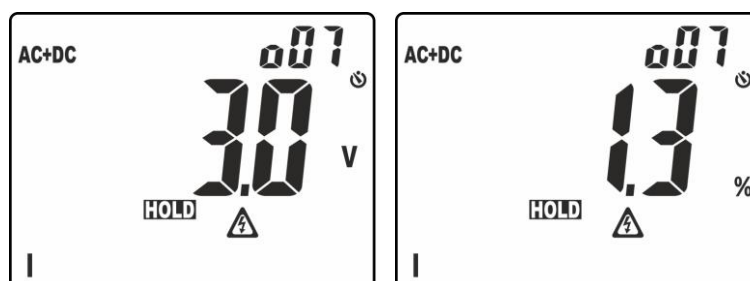

Fig. 4: Visualización ordenamiento amplitudes análisis armónico
- Pulsación prolongada de la tecla (al menos 2s) para activar la función **H2O** (**H**igher **H**armonic **O**rdening) de ordenamiento de la amplitud de los armónicos. En tales condiciones, la función "HOLD" se activa automáticamente, el símbolo "o" aparece delante del orden del armónico visualizado indicando la habilitación de la función de Ordenamiento. La barra gráfica se deshabilita y el instrumento muestra el valor de las amplitudes de todos los armónicos comprendidos entre el valor CC y el 25° excluida la fundamental, en orden **decreciente** a partir del armónico de amplitud mayor como se muestra en la Fig. 4
En el ejemplo de Fig. 4 el armónico de amplitud mayor corresponde al orden 7. Pulse la tecla  $\blacktriangle$  para observar las amplitudes de los armónicos restantes y pulse nuevamente la tecla **H/H%/H $\square$**  para alternar entre la visualización en valores absolutos o porcentuales. Gire el selector para salir de la función